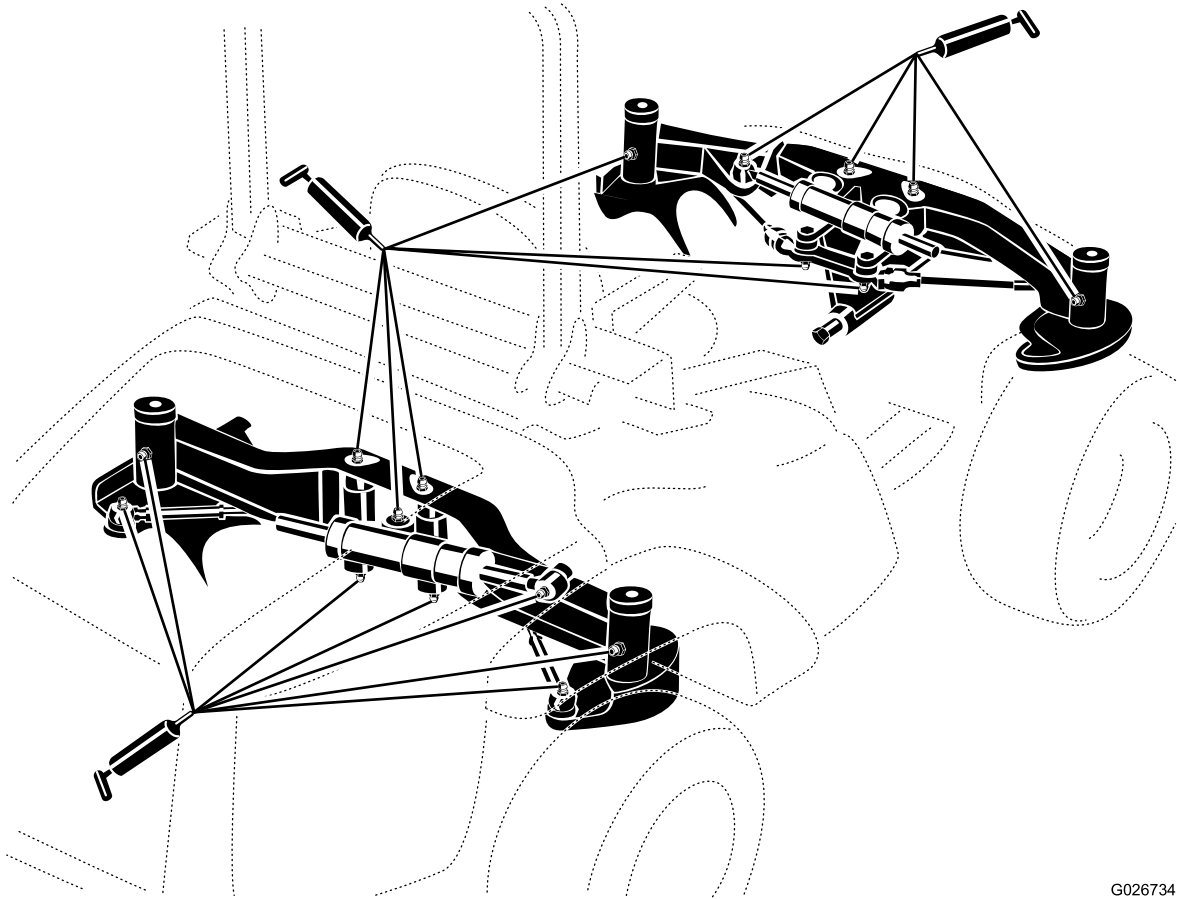

Figura 33
1. Limpie los puntos de engrase para evitar que penetre materia extraña en el cojinete o casquillo (Figura 33).